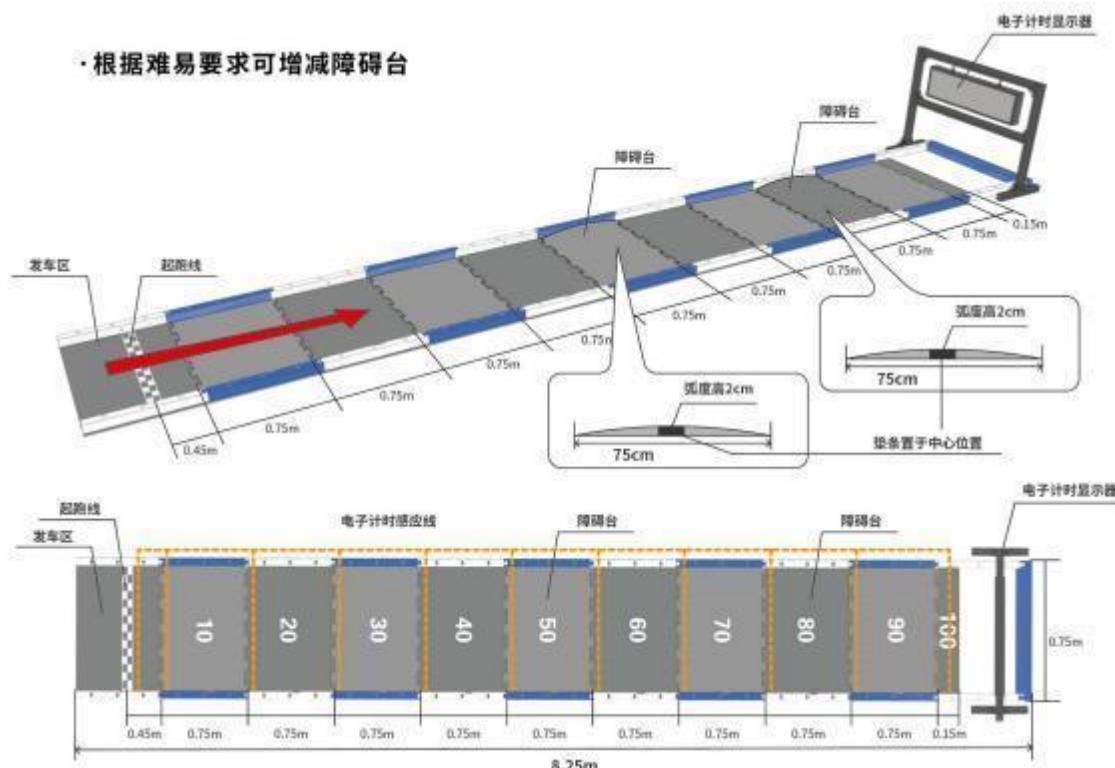

图7电动直线车三项全能团体竞速赛场地示意图
2.5.2 竞赛场地（见图7）：在室内平整地面上设置竞赛专用赛道（长7500mm、宽750mm、高500mm的长方形场地）；距起跑线3450mm及5700mm处设有弧形障碍台，弧顶高20mm；设有行走区域得分值10分起至90分（每个分数段均标示分数），并安装ZT-M2/NC电子计时器。